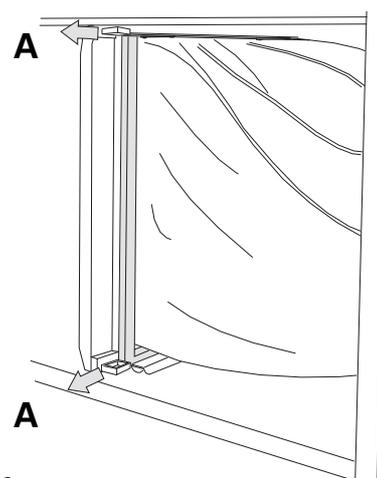

Fig 6
- Tirer les deux poignées (**A** Fig 6) aux bords supérieur et inférieur de la fixation des filtres, de façon à libérer la baguette à commande excentrique.